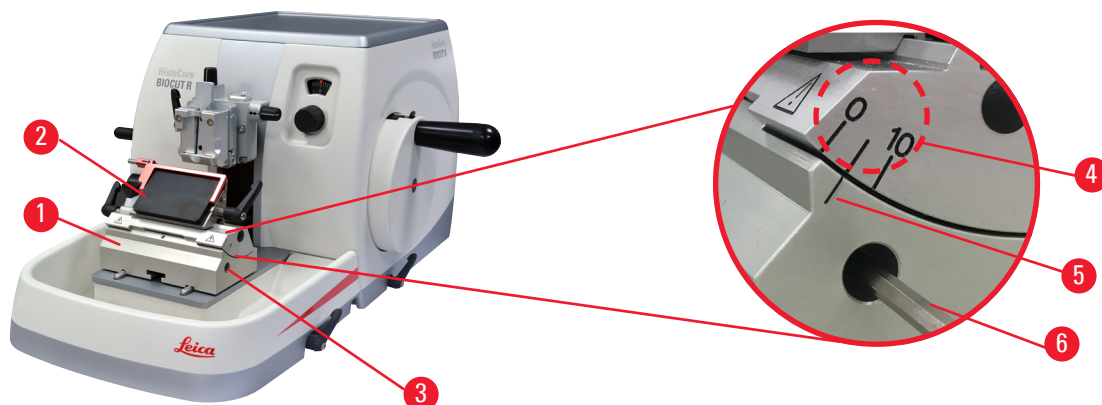

図 22
2. 希望する逃げ角のインデックスマークがナイフホルダーベースの基準マークと一致するまで 2 in 1 ナイフホルダー E を動かします。拡大図 (→「図 22」) は 5° の逃げ角設定を示しています。